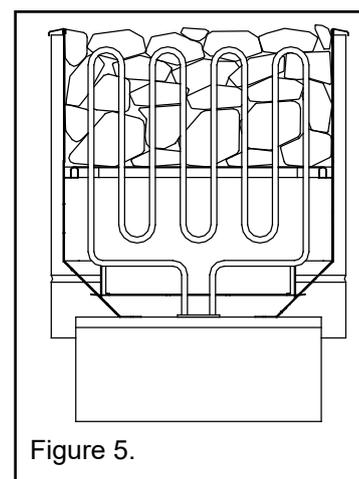

Figure 5.
- Les pierres doivent couvrir la totalité des résistances chauffantes (Figure 5).